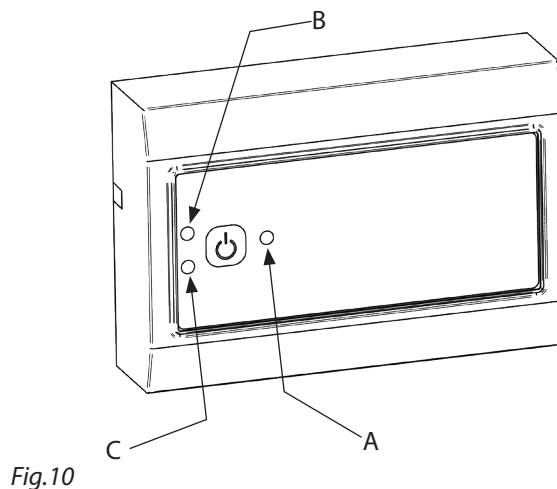

Fig.10
- Trykk på PÅ/AV-knappen (fig. 10-A).
- Funksjonsdioden (fig. 10-B) vil blinke GRØNT til korrekt avtrekk bekreftes. Hvis dioden blinker GULT, må spjeldet åpnes. Deretter skifter funksjonsdioden til kontinuerlig GRØNN, og ildstedet kan tennes.
Funksjonsdiode Fig. 10-B
Alarmdiode (Fig. 10-C)
Hvis alarmdiode (fig. 10-C) lyser under drift, må det trykkes to ganger på PÅ/AV-knappen for å stoppe røyksugeren og starte styringen igjen. Dersom alarmdiode fortsatt lyser etter nullstilling – se avsnittet "Feilsøking" for hjelp.
Trykk på PÅ/AV-knappen (fig. 10-A) i minimum fire sekunder. Det vil øke røyksugerens hastighet under drift. Den økte hastigheten annulleres når styringen slås av.